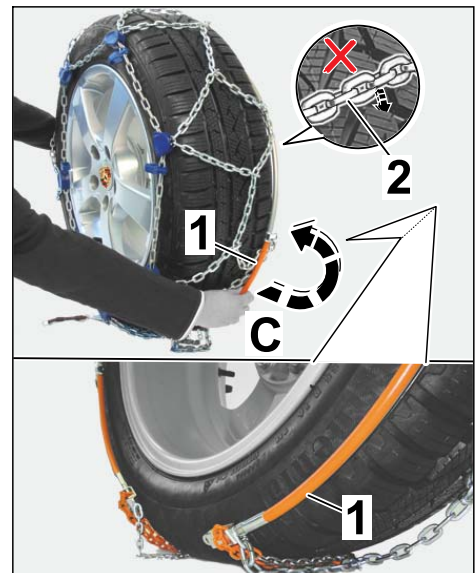

Bild 6
- 2.1.4 Enden Federstahlbügel am Rad unten hinter das Rad führen (⇒ *Bild 6-C-*).
- 2.1.6 Kettennetz ordnen und darauf achten, dass sich keine Kettenstege im Profil verfangen haben (⇒ *Bild 6-Lupe-*).